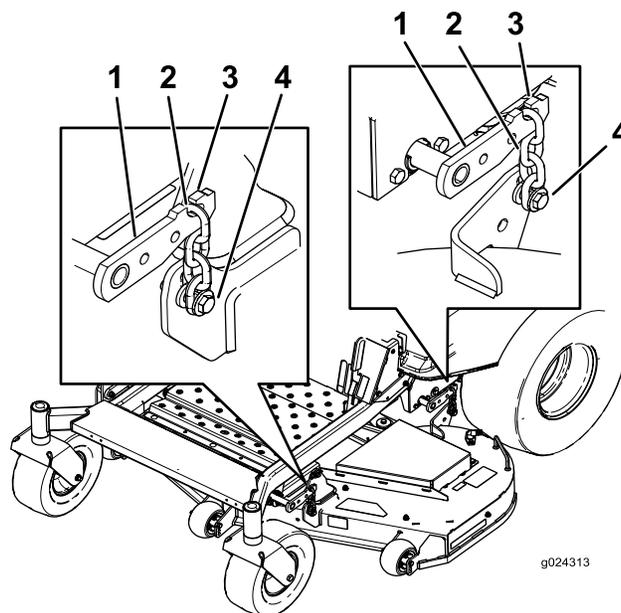

Figure 75
- Détachez les chaînes des crochets sur les bras de levage du plateau (Figure 75).
- Soulevez l'arrière du plateau de coupe et accrochez les chaînes aux bras de levage arrière (Figure 75).
7. Accrochez les chaînes avant aux bras de levage avant (Figure 75).